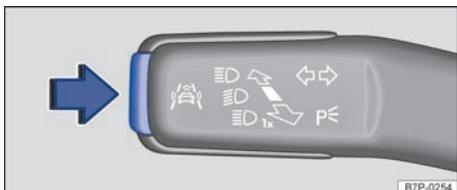

图 19 转向信号灯操纵杆和远光灯操纵杆：驾驶员辅助系统的按钮
- 短促按压按钮 ⇒ 图 19（箭头），即可调出菜单辅助系统。
- 按住按钮 ⇒ 图 19（箭头）超过一秒钟，即可同时接通或关闭在菜单辅助系统中选择的驾驶员辅助系统。关闭驾驶员辅助系统时，储存已接通的驾驶员辅助系统组合。在下一次长按按钮 ⇒ 图 19（箭头）时，驾驶员辅助系统的同一组合将被接通。